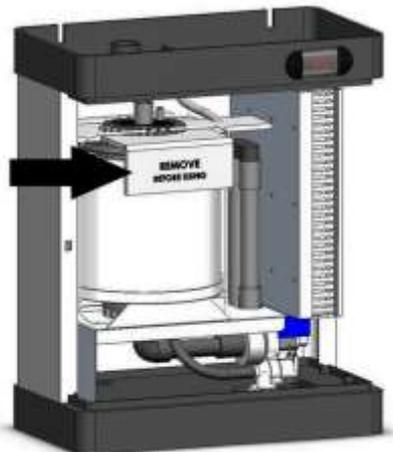

Fig. 8
5. Retirez le carton de protection sur le cylindre (fig. 8).